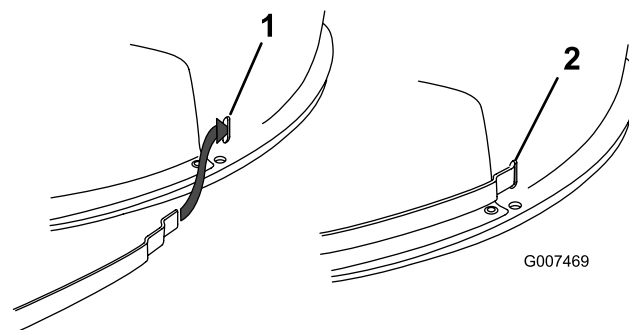

Figure 20
Remarque: N'enlevez pas les bandes du carter de tondeuse. Si une bande se détache du carter, insérez-la comme illustré (Figure 20).
16. Relevez le bac à herbe et remettez l'axe de chape, les 2 rondelles et la goupille fendue qui fixent le tube d'éjection à la plaque arrière (Figure 20).